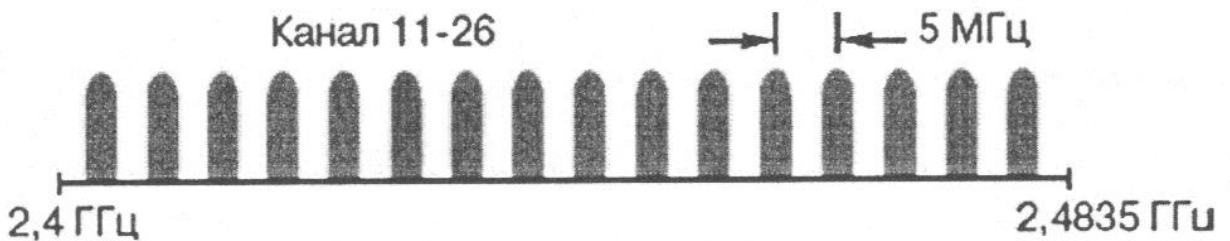

Рис.1.
- 3. диапазон частот IMS 2,4 ГГц, разделенный на 16 радиоканалов (см.рис.1);